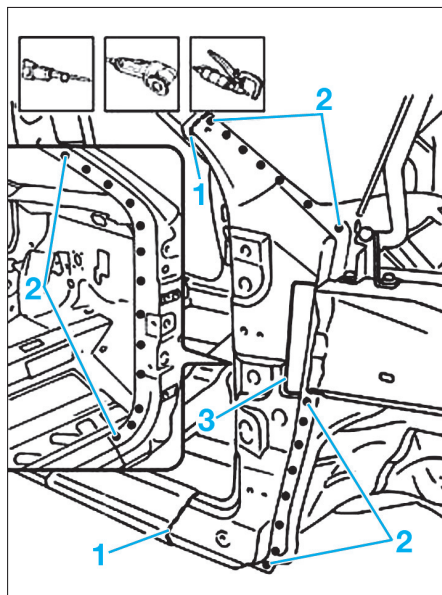

FIG. 13
- Découper et dépointer en zone (1), (2) et (3) (Fig.13).